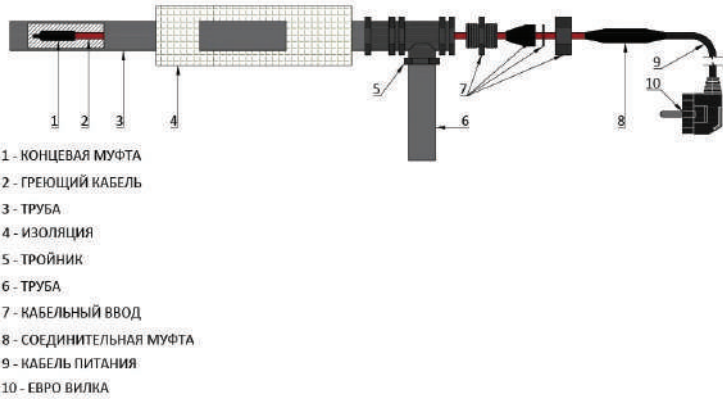

рис. 3
Перед установкой комплекта греющего кабеля, необходимо установить тройник на трубу (покупается отдельно). Правильный способ монтажа в трубу (рис. 1). Общая схема монтажа (рис. 3). Не допускается установка кабеля в трубу со льдом. При установке кабеля в мороз до -40 градусов (в свободную от льда трубу) необходимо предварительно включить кабель и прогреть. Он станет эластичным и это обеспечит простой ввод в трубу с изгибами. **Гарантировано кабель справится со своей задачей с разницей температур 30 градусов, при условии использования теплоизоляции следующей толщины:**
9. См. рис. 3 — общий макет.